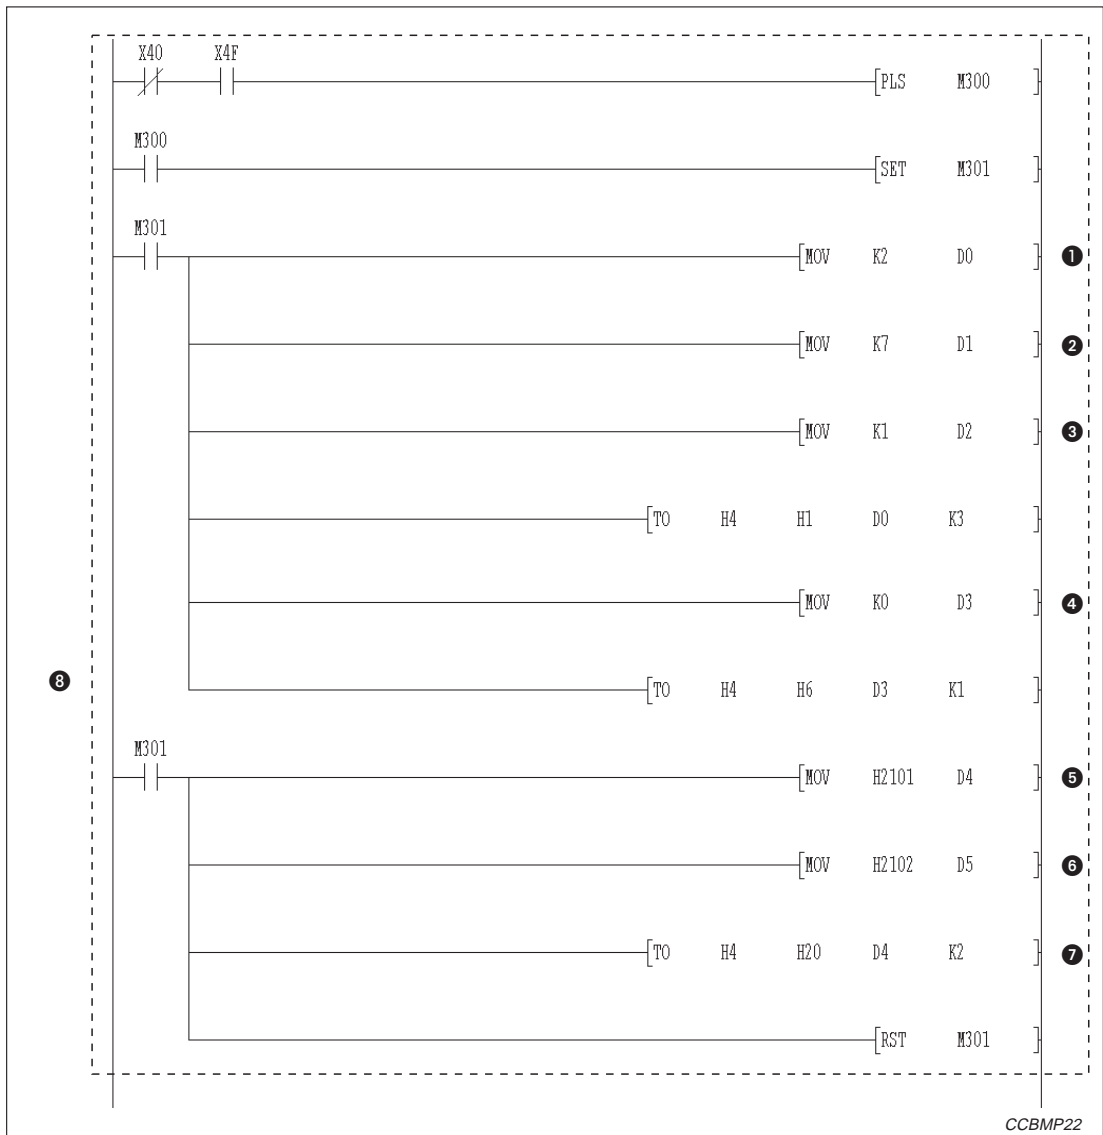

Abb. 13-4: Parametrierung der Master-Station während der Inbetriebnahme (1)
①	Anzahl der angeschlossenen Stationen
②	Anzahl der Wiederholungen
③	Anzahl der Stationen mit automatischer Eingliederung
④	Verhalten bei einem Stopp der CPU der SPS
⑤	Lokale Station (Station Nr.1, belegt 1 Station)
⑥	Lokale Station (Station Nr.3, belegt 1 Station)
⑦	Stationsinformationen
⑧	Einstellung der Parameter
**Tab. 13-4** Erläuterung zum Beispielprogramm (Abb. 13-4)